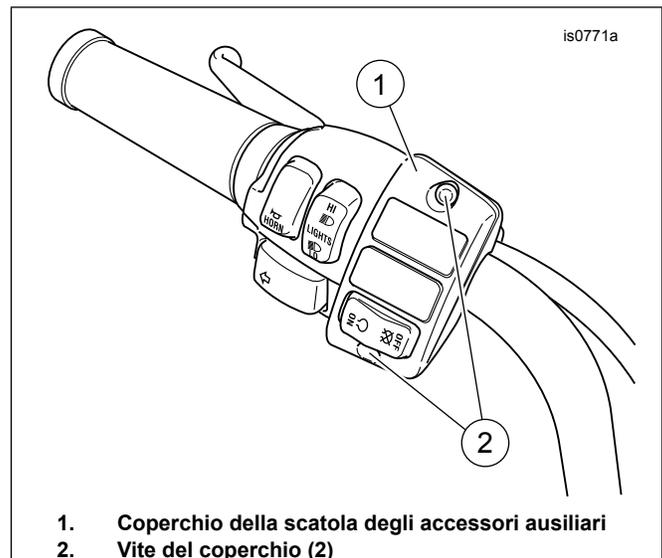

Figura 1. Scatola degli accessori ausiliari
- b. Vedere Figura 1. Usando un cacciavite T-25 TORX[®], rimuovere le due viti (2) che fissano il coperchio della scatola degli accessori ausiliari (1) e togliere il coperchio.
- c. Vedere Figura 1. Utilizzando un cacciavite T-25 TORX, installare il coperchio della scatola (1) con le due viti a testa bombata (2) precedentemente rimosse. Serrare le viti ad una coppia di 4–5 N·m (35–45 in-lbs).
- f. Vedere Figura 1. Utilizzando un cacciavite T-25 TORX, installare il coperchio della scatola (1) con le due viti a testa bombata (2) precedentemente rimosse. Serrare le viti ad una coppia di 4–5 N·m (35–45 in-lbs).